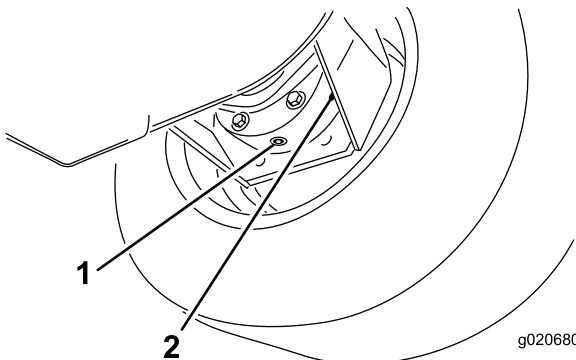

Figura 94
3. Mettete una bacinella sotto la scatola del freno, togliete il tappo di spurgo e lasciate defluire l'olio (Figura 94).